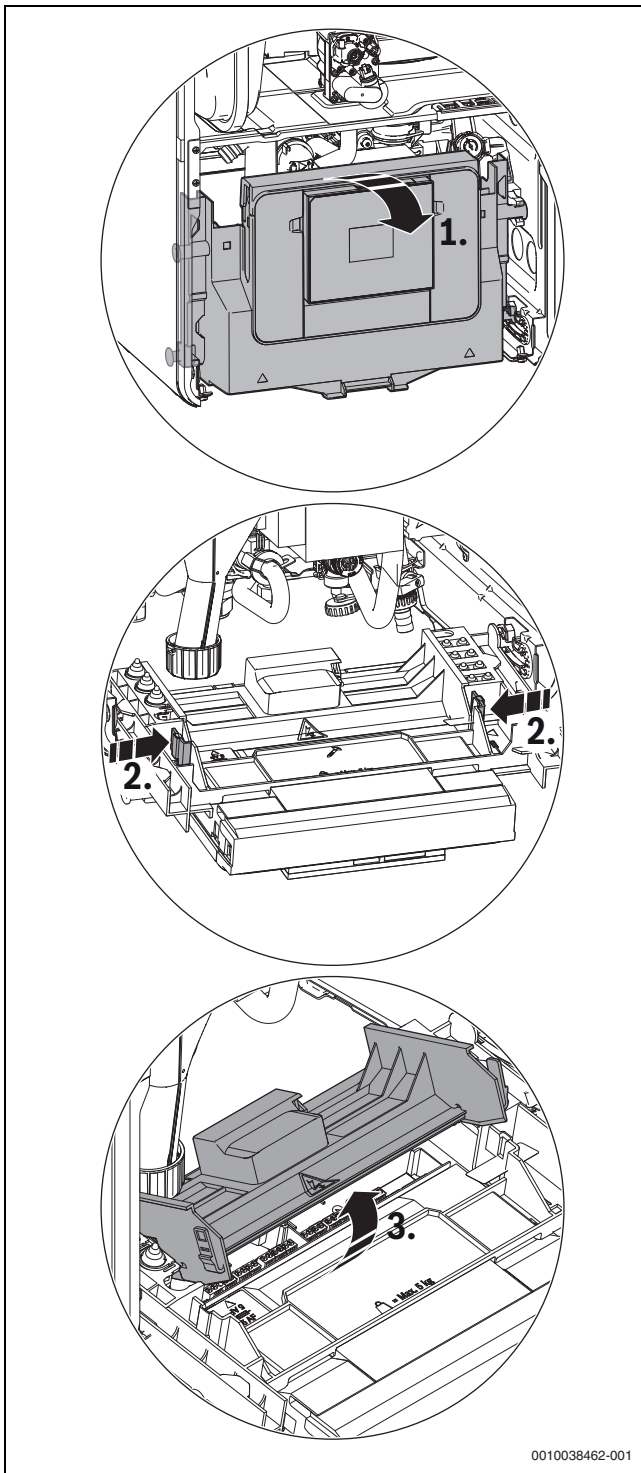

Bild 20 Abdeckung aufklappen
- ▶ Steuergerät nach unten klappen (→ Bild 20).